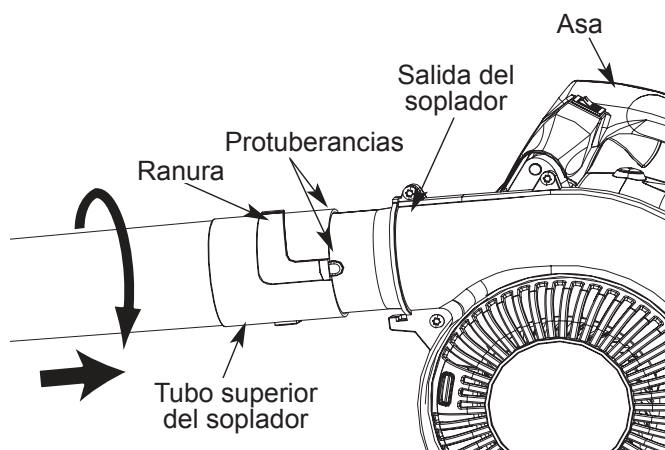

Fig. 1
1. Ponga en línea las ranuras del extremo superior del tubo superior del soplador con las protuberancias de la salida del soplador (Fig. 1).
2. Inserte el tubo superior del soplador en la salida del soplador (Fig. 1).
3. Sujetando el asa, gire el tubo superior del soplador en sentido horario hasta que se enganche en su lugar (Fig. 1).